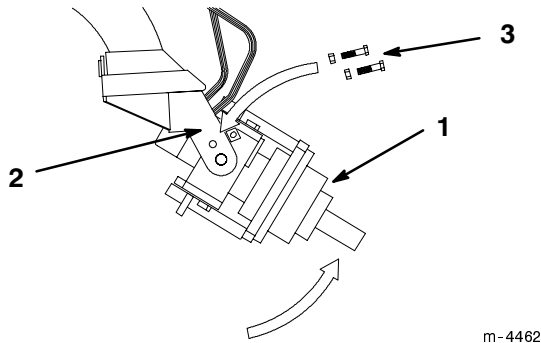

Abbildung 5
- Den Antriebskopf in vertikale Position bringen und zwei 9 cm (5/8"-11 x 3-1/2") Schrauben in die Schlitz- und Löcher im vorderen und hinteren Gestellarm und im Antriebskopf stecken (Abb. 5).
5. Den Bohrerantriebskopf mit der Hand nach oben drehen und zwei 9 cm (5/8"-11 x 3-1/2") Schrauben durch die Löcher im linken und rechten Gestellarm stecken (Abb. 5).
6. Die Schrauben jeweils mit einer 5/8"-11-Mutter leicht befestigen (Abb. 5).